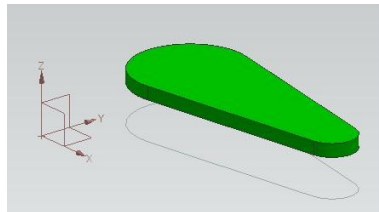

рис.14
- Это означает, что можно простым вытягиванием создать саму пробку. Для наглядности мы её немного приподняли и покрасили в зеленый цвет (рис.14).